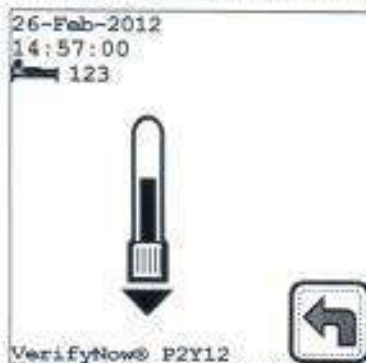

Figura 4-18 Menú principal
2. Encienda el instrumento utilizando el interruptor de encendido en el panel trasero ("I" indica que está encendido). El instrumento se encenderá y realizará una rutina de autoanálisis que durará aproximadamente 30 segundos. Después de que se complete el autoanálisis, se mostrará la pantalla de inicio. Pulse la tecla Siguiete para avanzar al menú principal (Figura 4-18). (Fig Permita que el instrumento se caliente al menos durante 15 minutos antes del uso.